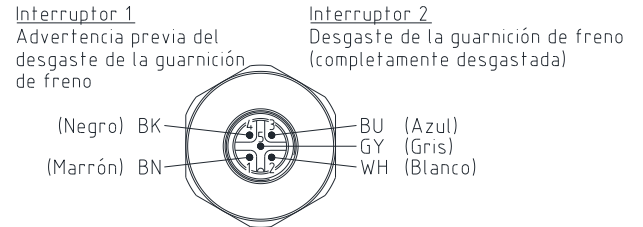

Figura 26: Ocupación de conexiones del conector enchufable
- Establezca la conexión eléctrica de acuerdo al conector enchufable (véase figura 26).